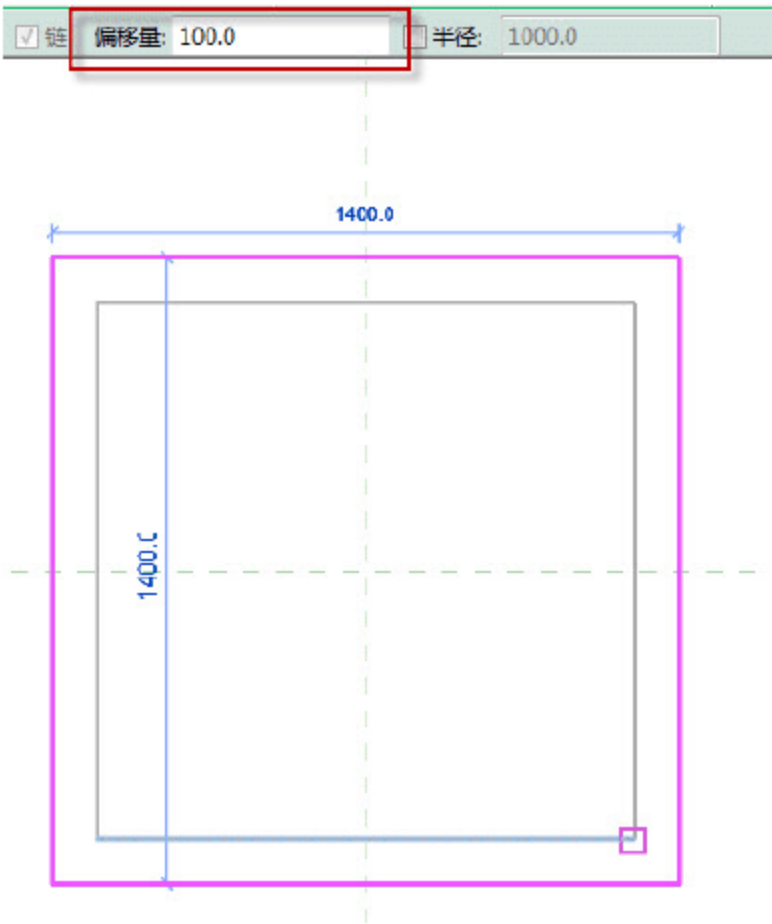

图 2.1.5 定义垫层平面
(5) 定义垫层长和宽。选择“创建”→“拉伸”→“矩形”命令，在“偏移量”选项栏，输入 100（垫层超出承台 100mm），如图 2.1.5 所示，绘制矩形垫层。